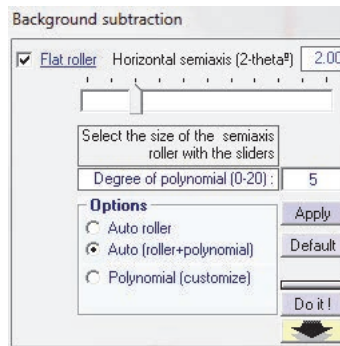

Abbildung C-5 Dialogfeld Background subtraction
1. Im Menü **XPowder** wählen **Action > Background subtraction** (Aktion > Hintergrund-Subtraktion) aus, um das Dialogfeld **Background subtraction** (Hintergrund-Subtraktion) anzuzeigen (siehe Abbildung C-5 auf Seite 98).